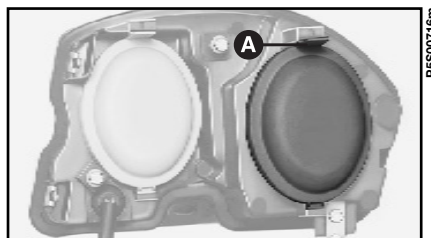

fig. 12
1) Togliere il coperchio di protezione tirando verso il basso la linguetta **A-fig. 12**.